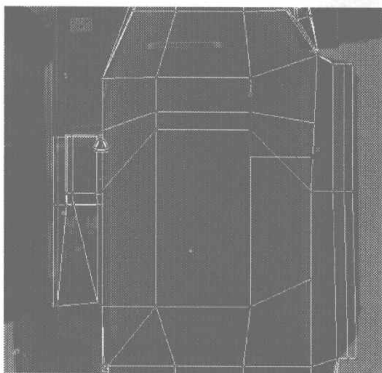
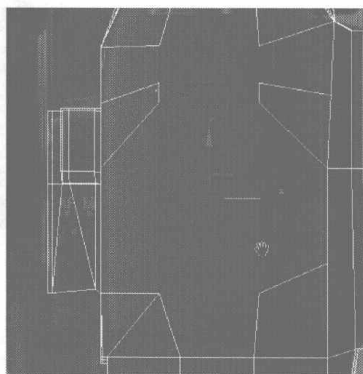
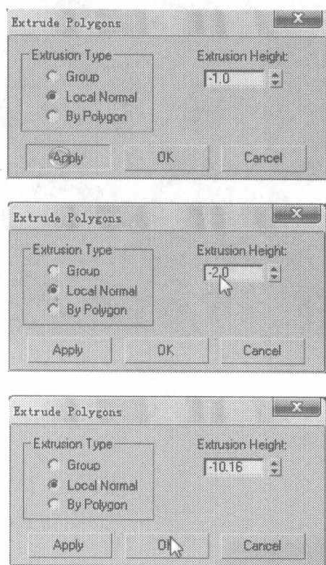

图 6.327
图 6.328
图 6.329
- 01** 首先在 Right 视图中如图 6.327 所示的位置添加一些细分线，并进行调整；再选择如图 6.328 所示的面，在 Edit Polygons 卷展栏中单击 **Extrude** 右侧的小按钮，在弹出的对话框中设置挤压参数，如图 6.329 所示，并将此面删除。